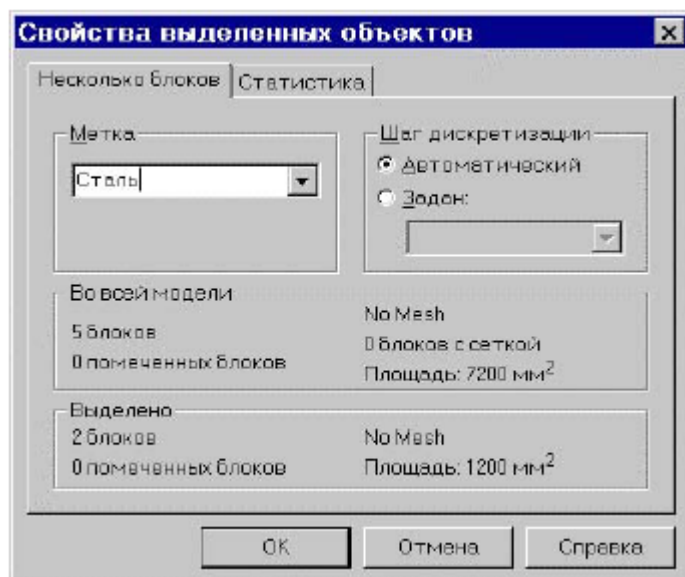

Рис. 9. Окно «Свойства...» на этапе присвоения меток блокам
Рассматриваемая задача содержит четыре материала с различными свойствами: воздух, сталь и два постоянных магнита с различным направлением вектора намагничивания. Выберем мнемонические метки «Сталь», АЛНИКО+ и АЛНИКО- для соответствующих блоков (символами «+» и «-» в названии меток материалов магнитов условно покажем направление коэрцитивной силы) (рис. 9, 10).
1. Дважды щелкните мышью прямоугольник CDHG. Блок станет выделенным и появится диалоговое окно «Свойства выделенных объектов» (рис. 9).